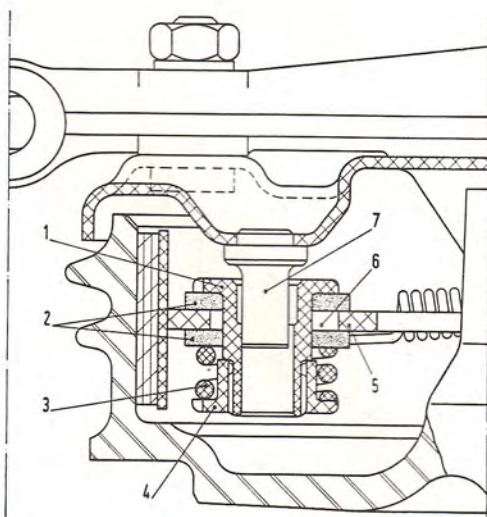

Fig. 51. Fodbremsens selv-justeringsanordning.
Fodbremsen er baseret på et normalt, hydraulisk, 4-hjuls bremssystem med én hjulcylinder pr. hjul (simplexsystem). Fodbremsen skal *ikke* justeres, idet hver enkelt bremsebakke er selvjusterende. Denne automatiske justeransordning er vist i fig. 51. Den består af en tap (7), som er fastgjort i bremseankerpladen. På tappen er anbragt en bøsning (1), hvis indvendige diameter er 0,8 mm større end tappens diameter. Bøsningen går gennem et langhul i bremsebakkens krop (5); på hver side af denne er anbragt en skive (2), som ved kraven på bøsningen (1), fjederen (3) og møtrikken (4) klemmer om bremsebakkens krop (5).
Reservedelsnummer for trykfjeder (3) i fig. 51	986339